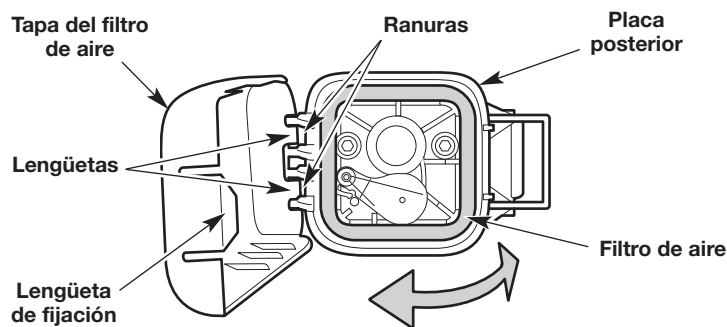

Fig. 16
- Abra la cubierta del filtro de aire: oprima la lengüeta de fijación y gire la cubierta del filtro de aire hacia la izquierda (Fig. 16).
- Extraiga el filtro de aire (Fig. 16).
- Vuelva a instalar el filtro de aire (Fig. 16).
- Cierre la cubierta del filtro de aire: inserte las lengüetas de la cubierta del filtro de aire en las ranuras de la placa posterior. Gire la cubierta del filtro de aire hacia la derecha y oprímala para cerrarla hasta que la lengüeta de fijación calza a presión en su lugar (Fig. 16).